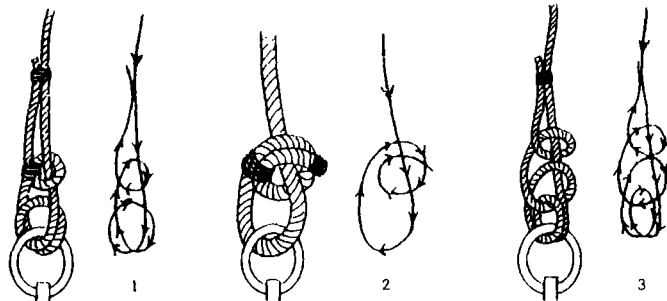

图5 锚缆的绑系方法
如图5(1)。
b. 将锚缆穿过锚环后围绕锚缆自身两周,然后用细绳绑扎锚缆绕圈处,如图5(2),这种方法适用于小帆船及锚较小的船艇。
c. 第三种方法是将锚缆两次穿过锚环、绕两圈,然后围绕锚缆转一周穿过锚环上面先绕的锚缆环,再重复绕锚缆自身一圈,最后将锚缆端头与锚缆并排用细绳绑扎紧,如图5(3)。